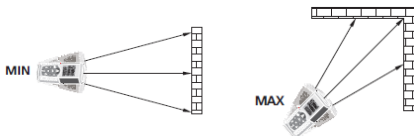

Fig. 3: Esempi di misura continua della distanza
4. Il valore minimo e massimo della distanza sono visualizzati nei display parziali mentre la misura continua in modo dinamico spostando lo strumento (vedere Fig. 3) è mostrata nel display risultante